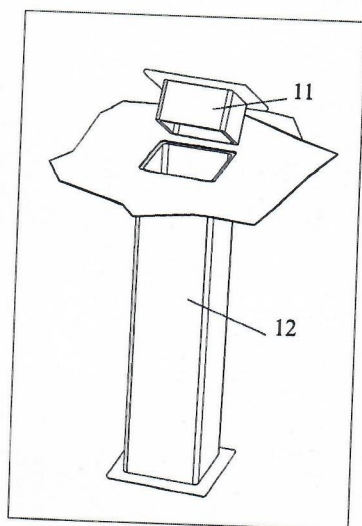

Рис. 3
- 5.2. В месте, где будут размещаться стойки, пробурить отверстие  $\varnothing 350 \pm 400$  мм и глубиной не менее 350 мм. Забетонировать в отверстиях стаканы 12 так, чтобы верхний край стаканов был на одном уровне с верхней плоскостью пола (рис. 3). *Стойки устанавливаются за боковыми линиями на расстоянии 0,914 м. от них. Высота натяжения сетки у стоек – 1,07 м., в середине – 0,914 м. Ширина корта – 10,973 м.*